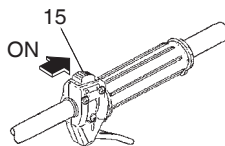

Fig. 11
1. Placez l'interrupteur de marche/arrêt (15) en position "marche" (ON). (Fig. 11)